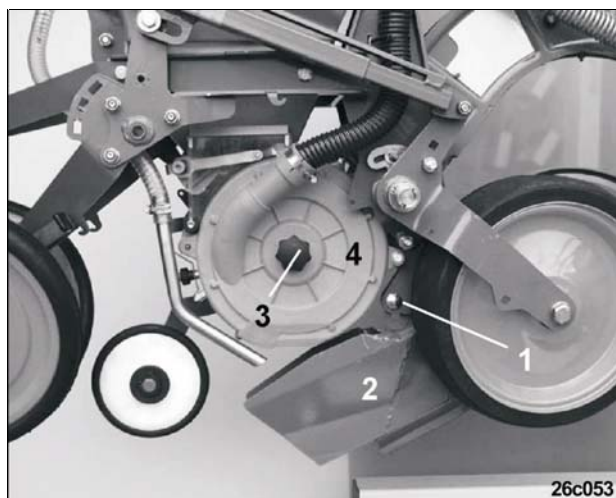
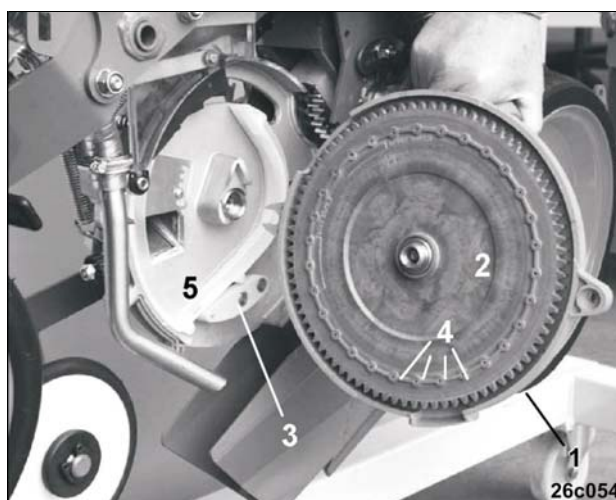

Рис. 65
Рис. 66
- Открутите задний винт (Рис. 65/1) крепления сошника и переместите сошник (Рис. 65/2) вниз.
- Открутите пластиковую гайку (Рис. 65/3) уберите в сторону пневматическую крышку (Рис. 65/4) вместе с дозирующим диском (Рис. 66/2).
Если дозирующие диски имеют слишком маленькие отверстия (например, дозирующие диски для сорго, бордовые 60/2,2) выталкиватель (Рис. 66/3) необходимо заменить на выталкиватель желтого цвета с меньшим шарообразным толкателем.
Фасонные отверстия (Рис. 66/4) должны быть направлены к коробке высевающего аппарата (Рис. 66/5), а не к пневматической крышке (Рис. 66/1)!